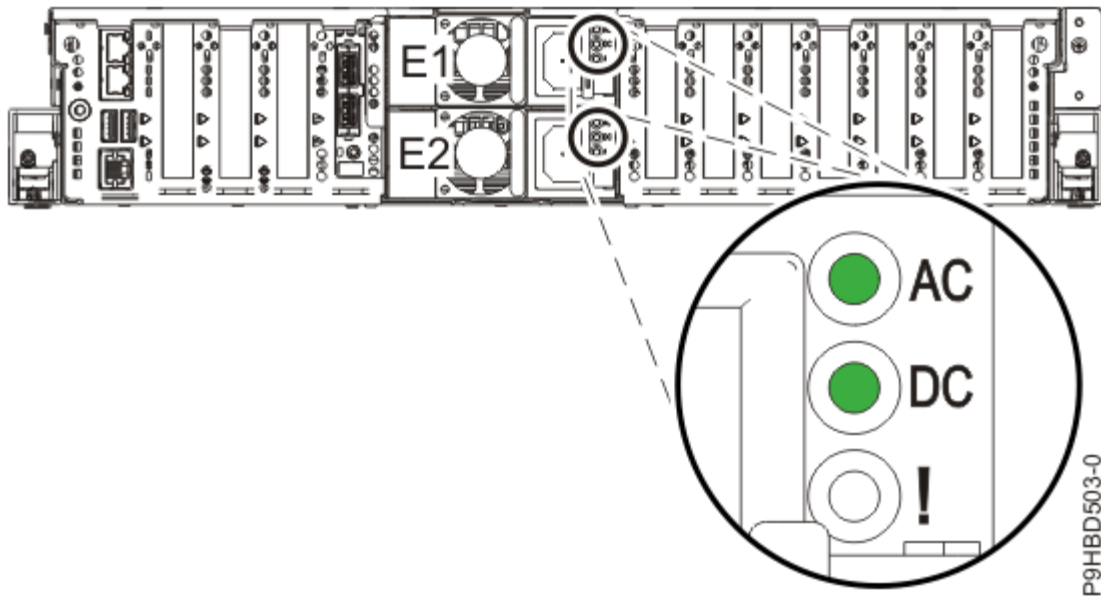

Figura 7. LED de una fuente de alimentación en funcionamiento
5. Fíjese en el estado de los LED de la fuente de alimentación sustituida; consulte la Figura 7 en la página 10.